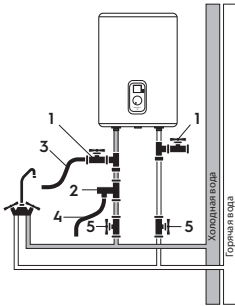

Рис. 4
Подключение обратного предохранительного клапана (рис.4, поз. 2): клапан следует устанавливать в месте входа холодной воды (удостоверьтесь, что гибкая сливная трубка (рис.4, поз. 4) установлена, на отверстие спуска давления и слива воды и направлена вниз в специальный дренаж для удаления воды).
При подключении к системе водоснабжения необходимо предусмотреть и реализовать установку индивидуальных запорных вентилей (рис. 4, поз. 5) на линии подачи холодной воды в водонагреватель и на линии выхода горячей. Индивидуальные запорные вентили по линии горячей и холодной воды, должны быть в закрытом состоянии в период неиспользования водонагревателя, проведе-
нии профилактических и технологических работ на линии водоснабжения. Установка и правильное использование запорных вентилей является обязательным условием при предоставлении гарантийного обслуживания, а так же залогом длительной и безаварийной работы водонагревателя. Для упрощения процесса слива воды из водонагревателя рекомендуется на входе и выходе воды из водонагревателя установить тройники (рис. 4, поз.1).
Установка водонагревателей серии Megapolis Wi-Fi существенно облегчается возможностью установить их как вертикально, так и горизонтально, в любом месте вашего дома, в отапливаемом (!) помещении как показано на рис. 4а. При горизонтальной установке водонагревателя трубы подводки должны быть расположены справа. Если необходимо реализовать систему водоснабжения на несколько водоразборных точек, используйте способ соединения (см. рис. 4—4а).
Рис. 4а
- Присоедините дренажный шланг (позиция 3 на рис. 4) к запорному крану на тройнике на входе холодной воды в водонагреватель и направьте его в канализацию, либо в место слива воды. Откройте запорный кран и дождитесь полного слива воды.